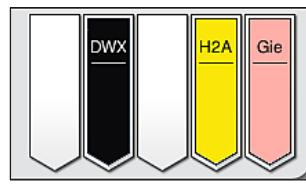

Fig. 89
- Når et stativ har kjørt gjennom hele fargeprosessen, transporteres det til utmatingsskuffen (→ "Fig. 19-4") og plasseres i en ledig posisjon (→ "Fig. 89"). Brukeren hører en signallyd og får en informasjonsmelding som informerer om dette.